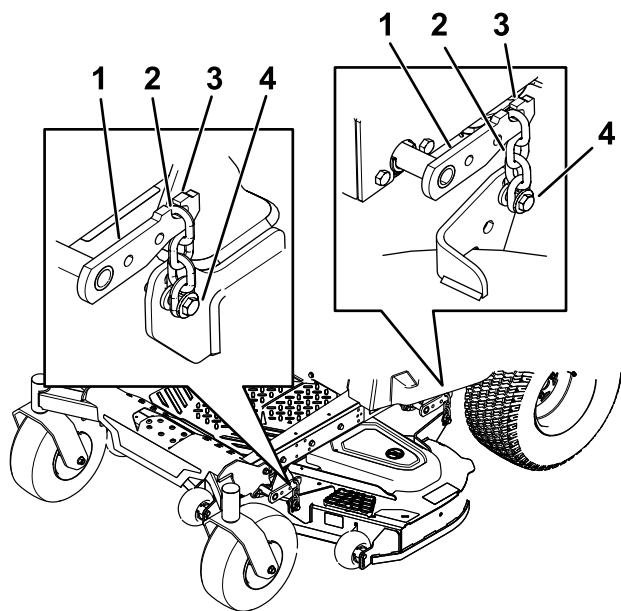

Figura 68
- Retire las cadenas de los ganchos de los brazos de elevación de la carcasa (Figura 68).
- Eleve la parte trasera de la carcasa de corte y conecte las cadenas a los brazos de elevación traseros (Figura 68).
- Conecte las cadenas delanteras a los brazos de elevación delanteros (Figura 68).